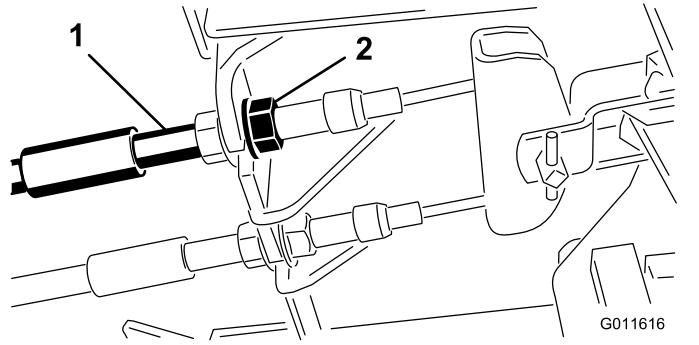

**Bild 95**
4. Reinigen Sie beide Seiten des Kühlers bzw. Ölkuhlers gründlich mit Druckluft (Bild 95).